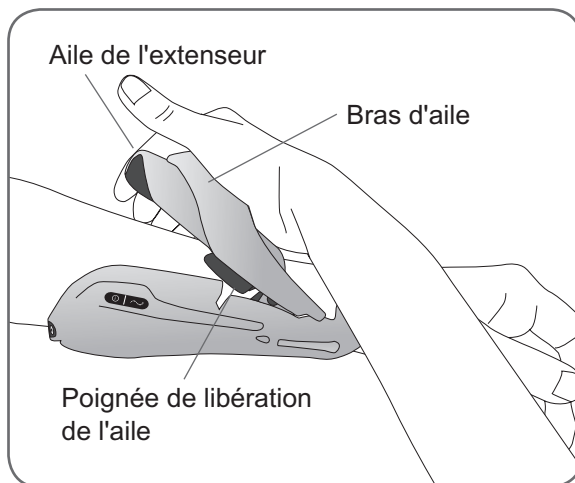

Figure 8-12 : Fermeture de l'aile.
5. Tirez sur l'aile de l'extenseur tout en appuyant sur le bras d'aile. Reportez-vous à la Figure 8-12. Appuyez jusqu'à ce qu'il n'y ait plus de cliquetis.